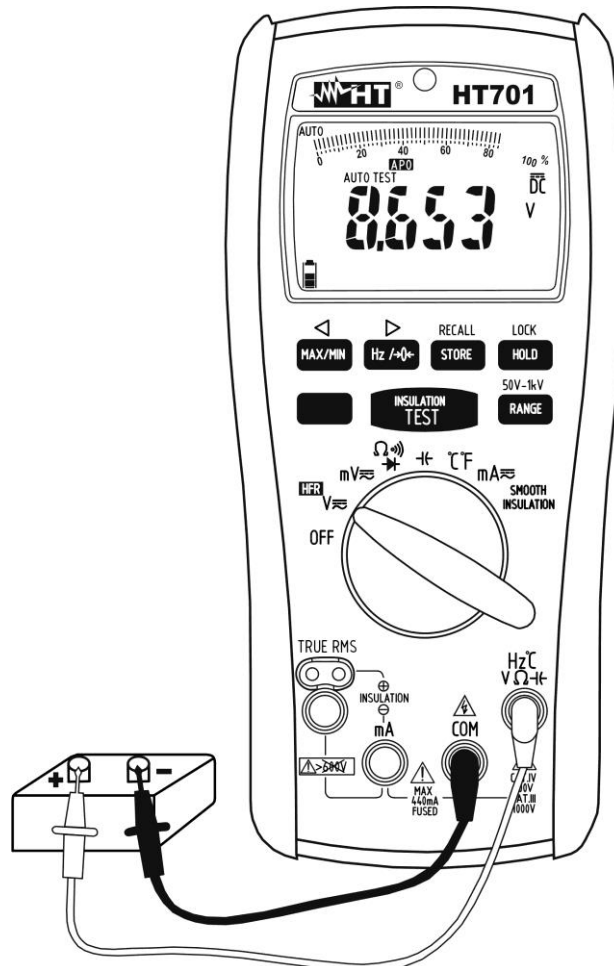

Fig. 2: Uso do instrumento para medir Tensões CC
4. Inserir o cabo vermelho no terminal de entrada  $Hz^{\circ}CV\Omega Hz$  e o cabo preto no terminal de entrada **COM** (consultar a Fig. 2).
7. A visualização do símbolo "-" no display do instrumento indica que a tensão tem sentido oposto em relação à ligação da Fig. 2.